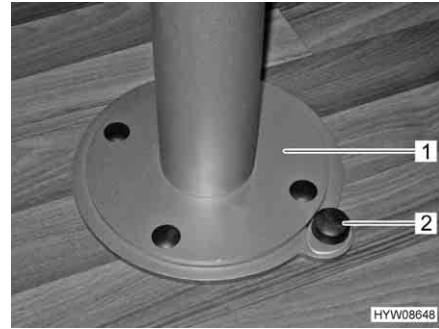

Fig. 59 Piede del tavolo, sbloccaggio del dispositivo di rotazione
- Spingere verso il basso il bottone (Fig. 59,2) del bloccaggio.
- Ruotare il piede del tavolo con il piano del tavolo (Fig. 59,1) nella posizione desiderata.